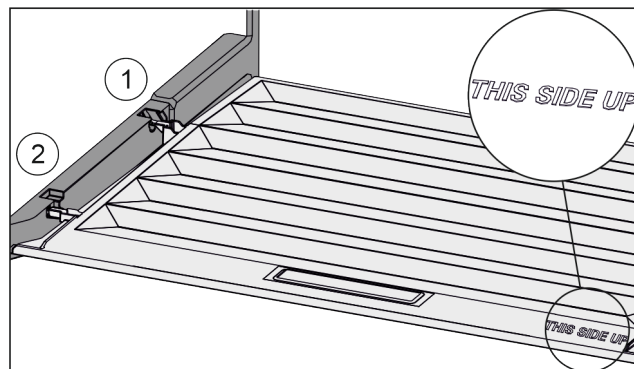

Fig. 125
- ▶ Вставить поперечные ребра крышки через отверстие заднего держателя Fig. 125 (1) и защелкнуть спереди в держателе Fig. 125 (2).